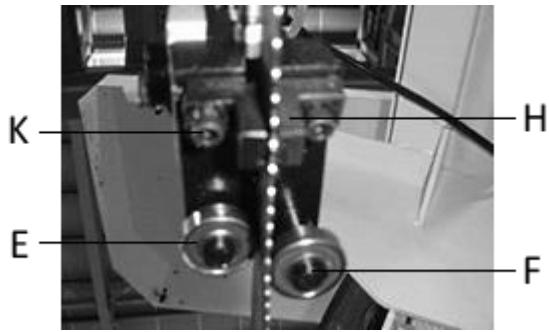

Рис.10
Ленточное полотно (A) должно проходить между двумя подшипниками (E и F, рис.10) и легко их касаться. Передний подшипник (E) установлен на эксцентриковой оси, с помощью которой можно регулировать зазор между подшипником и ленточным полотном. Для этого ослабьте контргайку (G) и поверните ось (E) в необходимое положение.
Твердосплавные направляющие пластины (Н), Рис.10 должны быть отрегулированы с зазором 0,05 мм от ленточного полотна. Для регулировки необходимо ослабить винт (К).
Подшипники и твердосплавные направляющие в подшипниковом узле, Рис.10 и 11, должны быть отрегулированы относительно друг-друга.